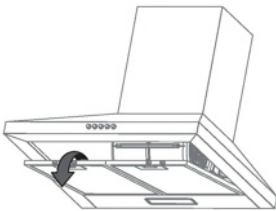

fig.15
2. Para instalar el nuevo filtro de carbón retire las rejillas de aluminio (fig. 15)